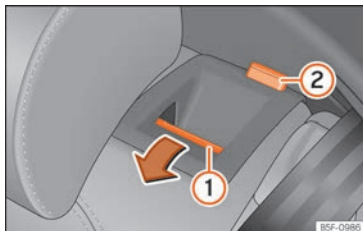

Fig. 161 Sullo schienale del sedile posteriore: tasto di sblocco ①; tacca rossa ②.
- Tirare il tasto di sblocco » fig. 161 ① in avanti e, contemporaneamente, abbattere lo schienale.
- Lo schienale posteriore è sbloccato quando si vede la tacca rossa sul tasto ②.
Lo schienale posteriore è sbloccato quando si vede la tacca rossa sul tasto » fig. 161 ②.